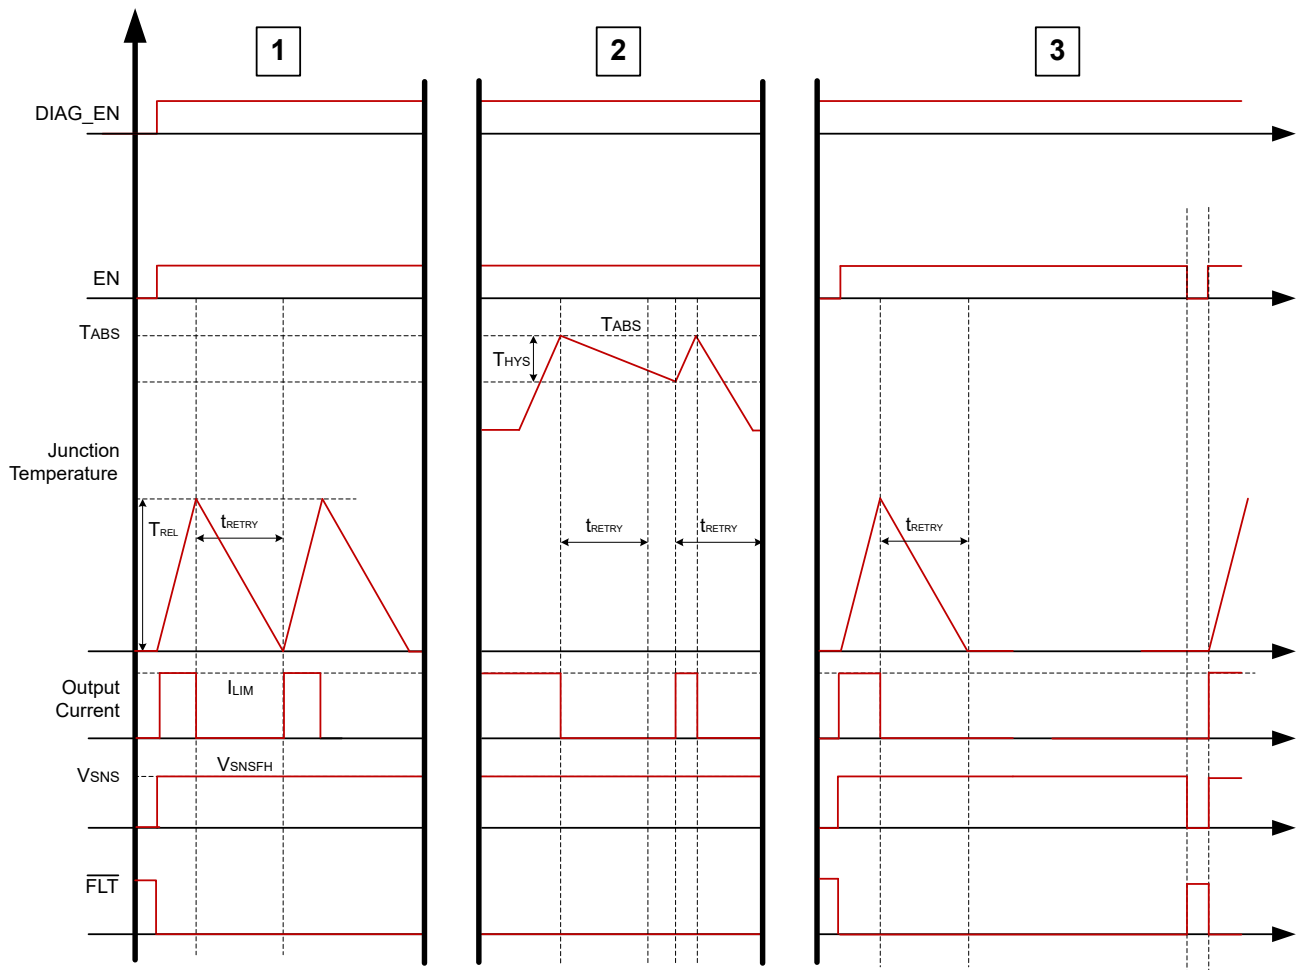

図 7-16. 熱挙動
過熱保護動作は、起こり得るイベントを 3 つのカテゴリに分割することができます。図 7-16 に、これらの各カテゴリを示します。
1. **相対サーマル シャットダウン:** デバイスは、過電流イベントでも有効です。出力電流は I_{ILIM} レベルまで上昇し、 $\overline{FLT}$ は low になります。このように大量の電流が流れるため、FET の接合部温度はコントローラの温度に対して急速に上昇します。パワー FET 温度がコントローラの接合部温度 $\Delta T = T_{FET} - T_{CON} > T_{REL}$ を上回ると T_{REL} に上昇すると、デバイスはシャットダウンします。自動再試行バージョンでは、 t_{RETRY} 後にデバイス自体が再起動を試みます。ラッチバージョンでは、チャネルを再度有効にするため、EN を切り替える必要があります。 $\overline{FLT}$ ピンは、故障状態が解消されるまでアサートされたままになります。図 7-16 の最初のプロットは、自動再試行バージョンの相対サーマルシャットダウン動作を示しています。
2. **絶対サーマル・シャットダウン:** 過電流イベントでもデバイスは有効なままです。ただし、この場合、接合部温度は上昇し、絶対基準温度 T_{ABS} に達すると、シャットダウンされます。自動再試行バージョンでは、 $T_J < T_{ABS} - T_{hys}$ と t_{RETRY} タイマが共に終了するまで、デバイスは回復しません。ラッチバージョンの場合、チャネルを再度有効にするには、EN を切り替える必要があります。図 7-16 の 2 番目のプロットは、自動再試行バージョンの絶対サーマル シャットダウン動作を示しています。
3. **ラッチ動作:** デバイスは、過電流イベントでも有効です。DIAG_EN ピンが high であれば、SNS および FLT で診断を監視できます。ラッチ付きバージョンのデバイスでは、サーマルフォルト、相対サーマルシャットダウンまたは絶対サーマルシャットダウンのいずれかによってデバイスがシャットダウンした場合、EN ピンが切り替わるまで、デバイスはチャネルを有効化しません。図 7-16 の 3 番目のプロットは、LATCH ピンが HIGH のとき、LATCH ピンのバリエーションの相対的なサーマルシャットダウン動作を示しています。